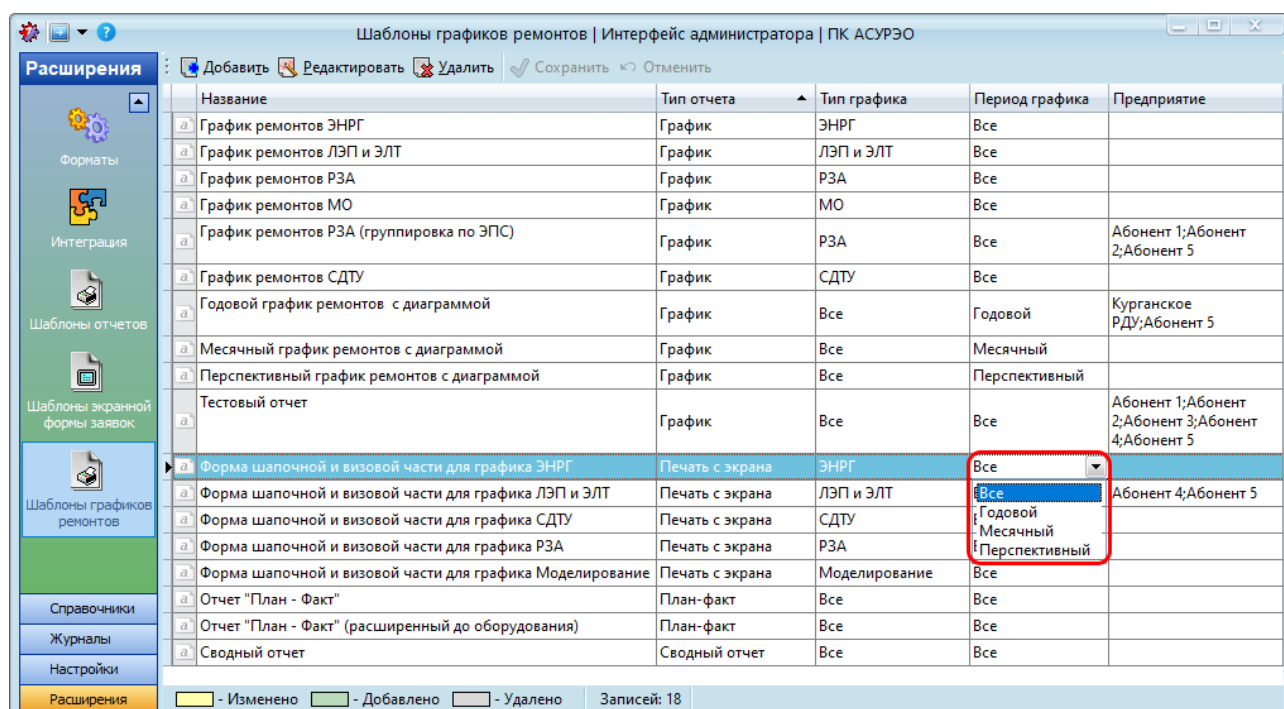

Рисунок 9.23 – Выбор периода графика для шаблона отчета
- в раскрывающемся списке «Период графика» выбрать пункт «ВСЕ» (для любого периода планирования), «Годовой», «Месячный» (Рисунок 9.23).